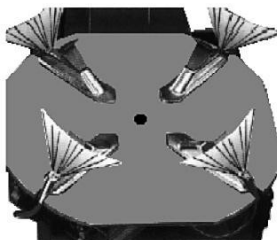

Fig. 11
- Kläm fast tryckmätaren över ventilen och tryck ner pedalen (G) helt, så att luft pressas genom strålarna på klorna direkt under däcket. (Se fig. 11)